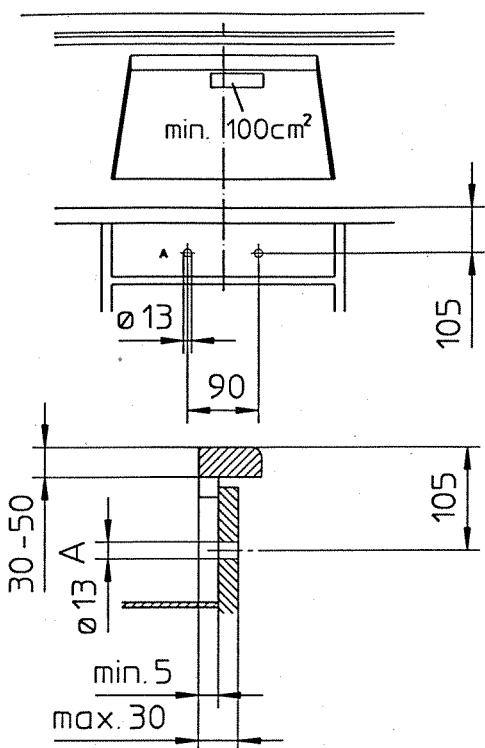

Fig. 4
3. Comme indiqué en fig. 4 et à l'aide du gabarit de perçage, percer dans la façade de l'élément bas les trous **A** (\varnothing 13 mm) pour les axes des manettes. Respecter impérativement la cote de 105 mm entre le bord supérieur du plan de travail et le centre du trou **A**.